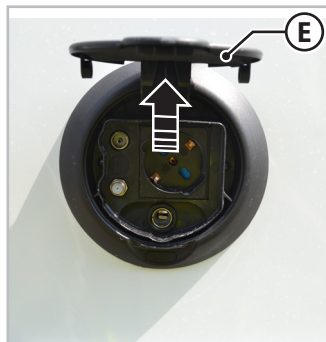

Fig. 6.34 - Eksternt multimedieudtag
2. Løft låget (**E** -Fig.6.34) på stikket, der er placeret på siden af køretøjet.